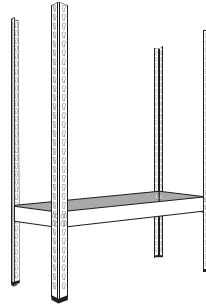

Рис. 3 Сборка каркаса полки
5. Далее возьмите стяжки длиной, которая будет соответствовать глубине стеллажа, и соедините ими собранные стойки, таким образом, чтобы получился каркас яруса (Рис.3).